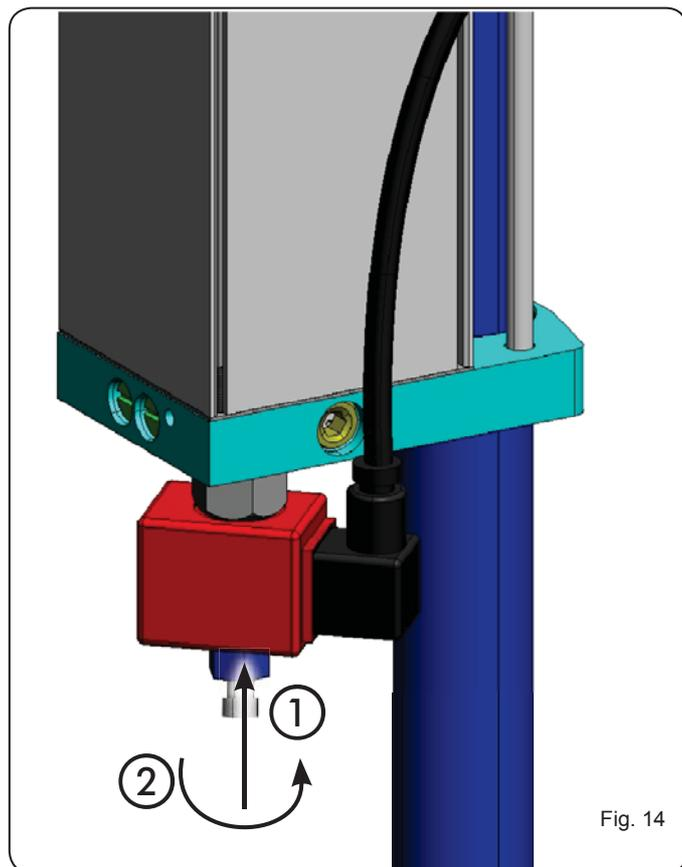

Fig. 14
2. presione hasta el fondo el perno a vista en la electroválvula (fig. 14, ref. ①)
3. Gire el perno hasta el tope como se indica en la figura (fig. 14, ref. ②).